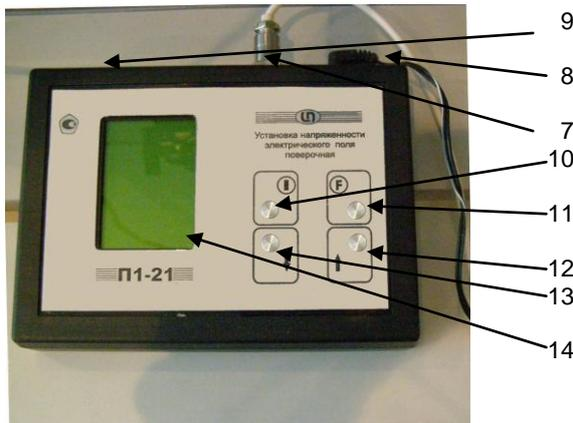

Рисунок 2.
5.1.4. На задней стенке измерителя (рис.2) находятся 7- разъем для подключения к конденсатору, 8- разъем для подключения адаптера и 9- US9- порт для подключения компьютера.
5.1.5. На лицевой панели измерителя (Рис.2) имеются следующие органы управления и индикации: